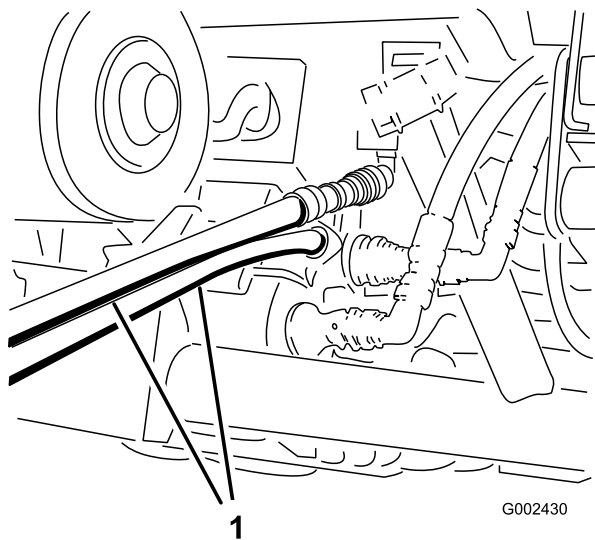

Bild 80
- Schließen Sie am anderen Fahrzeug die beiden Schläuche an der Kupplung an, die sich noch in der Kupplungshalterung befindet (Schließen Sie den oberen Schlauch an die untere Kupplung an (Bild 80). Verschließen Sie nicht verwendete Anschlüsse.